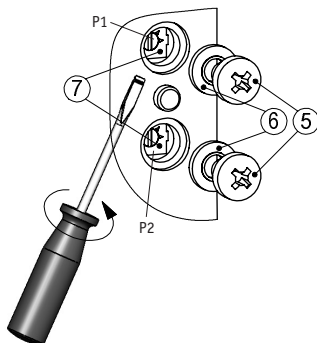

Abb. 5: Parametereinstellung
- Schutzartbedingt dürfen lediglich die Kreuzschlitzschrauben (5) gelöst werden (siehe Abb. 5).
- Bei gelösten Schrauben (5) des Verschlussdeckels ist die Schutzart des AG03 nicht mehr gewährleistet.
- Parameter an den Trimpmpotentiometern (7), mittels 2mm Schlitzschraubendreher einstellen.
- Bei Wiedermontage der Schrauben (5) auf korrekten Sitz der Dichtungen (6) achten!